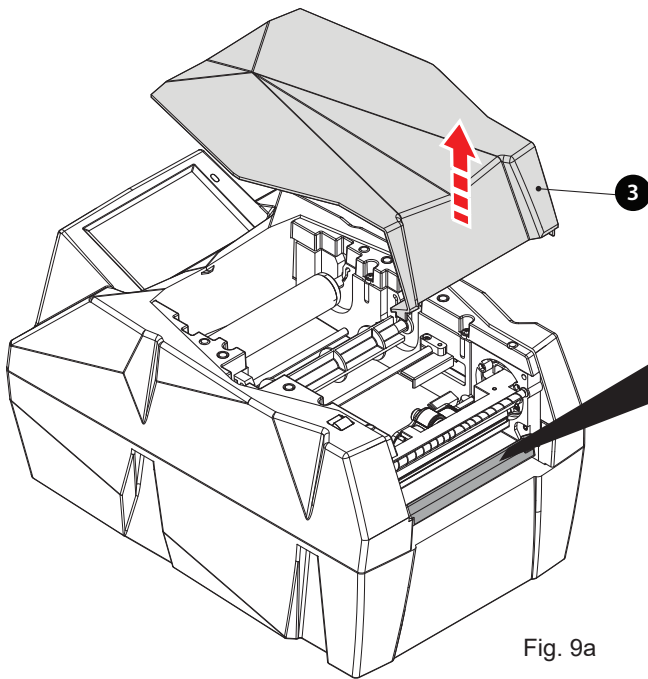

Fig. 9a
- ▶ Remove the top lid (3) (Fig. 9a).